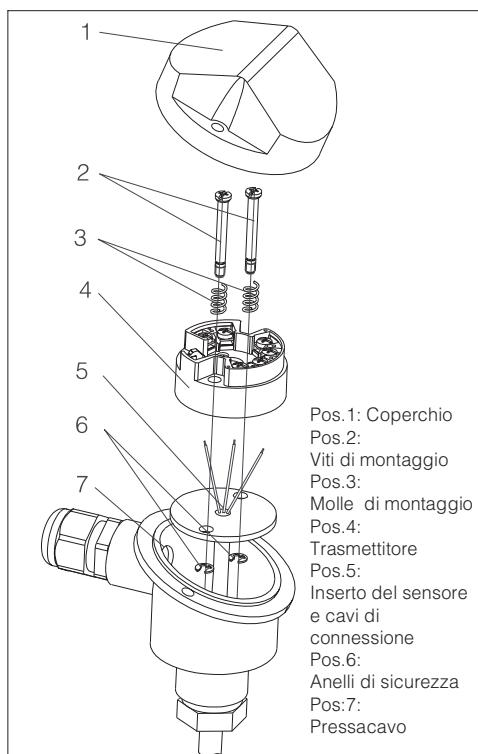

Fig. 4.1: Montaggio del trasmettitore in testa di connessione forma B
- Montaggio sensore in testa di collegamento secondo DIN 43 729, forma B (Fig. 4.1)